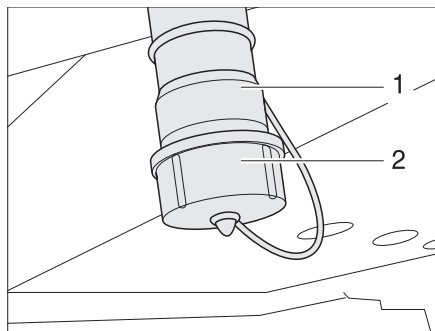

Fig. 229 Conexiones de salida de agua y de aguas residuales
- Desbloquear la caperuza (Fig. 229,2) de las conexiones de salida de agua (Fig. 229,1) girándola un cuarto de vuelta en sentido de las agujas del reloj y extraerla.
- Montar un tubo de desagüe apropiado en la conexión de salida de agua (Fig. 229,1) o colocar un recipiente colector apropiado debajo de la conexión de salida de agua.